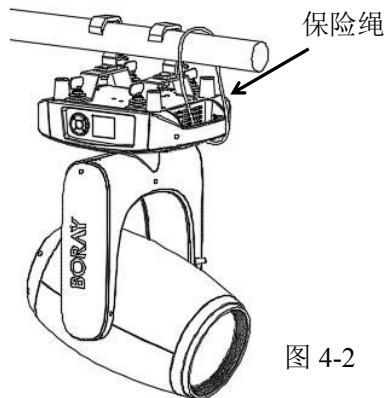

图 4-2
BR-A805BEAM 吊挂+快速锁式灯钩安装方式如下图 4-2:
2. 吊挂组件安装灯具底部：灯钩口朝显示板位置，快速锁对准底部 4 孔位后用钳子顺时针扭紧“咔”一声锁紧（图 4-2）